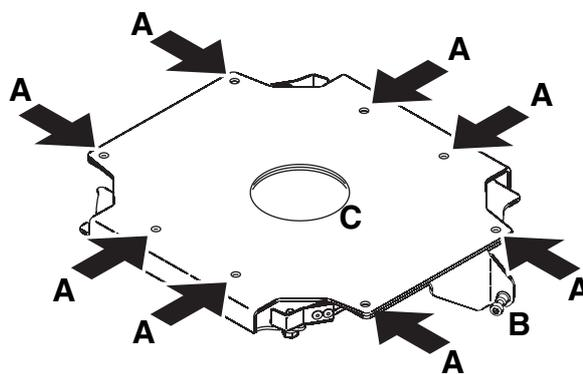

Figura 4: Puntos de montaje del soporte de fijación rápida
Durante el montaje del smartMAC en el soporte, asegurarse que los sistemas de fijación mediante bayoneta queden perfectamente insertados y girados completamente sobre la base de la unidad. Apretar el tornillo de bloqueo de seguridad (B en Figura 4) y comprobar dos veces que la unidad está perfectamente fijada.
2. Ver Figura 4. Fijar firmemente el soporte sobre la superficie de montaje mediante 8 tornillos de 5,5 mm instalados en los puntos marcados como A. Asegurarse que el soporte, una vez instalado, soporte al menos 10 veces el peso del smartMAC.